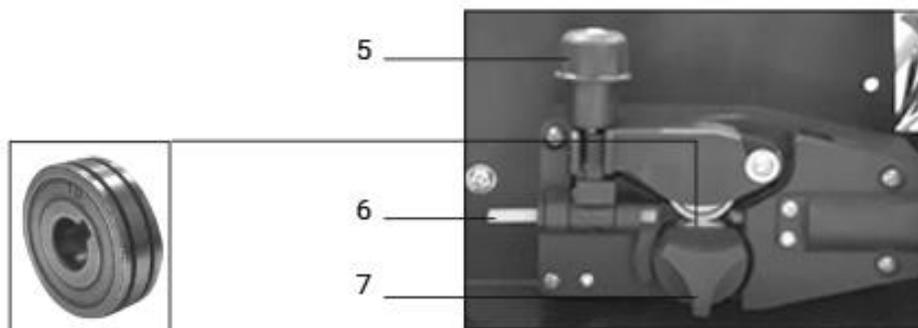

Рис. 3
- открутить фиксатор изменения усилия зажатия (рис. 3, поз. 5) и открыть прижимной механизм подачи проволоки отведя его вверх;
- проверьте, что бы размер канавки ролика на прижимном механизме соответствовал диаметру используемой сварочной проволоки, при необходимости поменяйте положение ролика открутив фиксатор ролика (рис. 3, поз. 7) против часовой стрелки;
- пропустите проволоку внутри направляющей трубки (рис. 3, поз. 6) и дальше в механизм подачи;
- опустите прижимной механизм и установите необходимое усилие прижима ролика поворотом фиксатора (рис. 3, поз. 5);